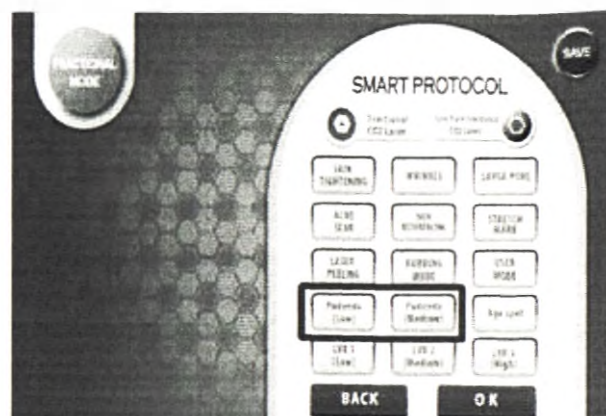

Рис. 2
2. После входа на экран Smart Protocol, выберите Pudenda (Low) или Pudenda (Medium). (См. Рис. 2)